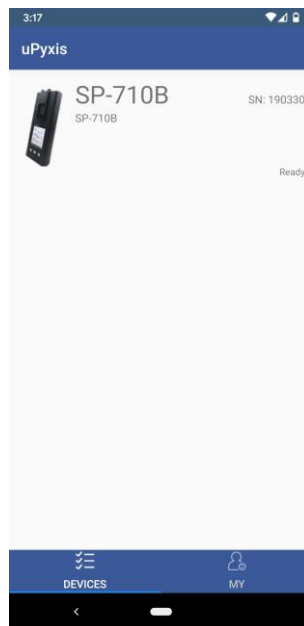

Figura 45.
4. Si la conexión tiene éxito, se mostrará el SP-710B y su número de serie (SN) (Figura 45).